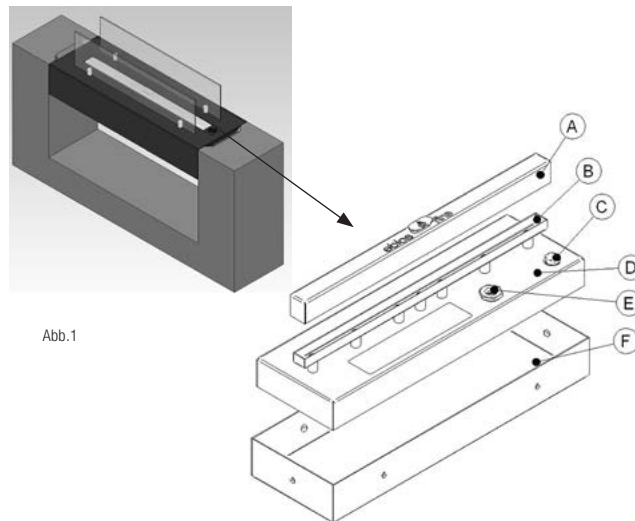

Abb.1
Bitte beachten Sie, dass der Brennstoff nicht im warmen oder brennenden Zustand des Gerätes nachgefüllt werden darf. Die Befüllung darf NICHT über die Brennerinne, sondern NUR über die Füllöffnung erfolgen! (siehe Abb. 1) Wir empfehlen Ihnen den ebios-fire durch Leerbrennen des Tanks zu löschen. Außerhalb des Betriebes müssen sich die Abdeckbleche auf dem Brenner befinden.
- Befüllen Sie den Brenner nur über die Füllöffnung, niemals über die Brennerrinne! (siehe Abb. 1)